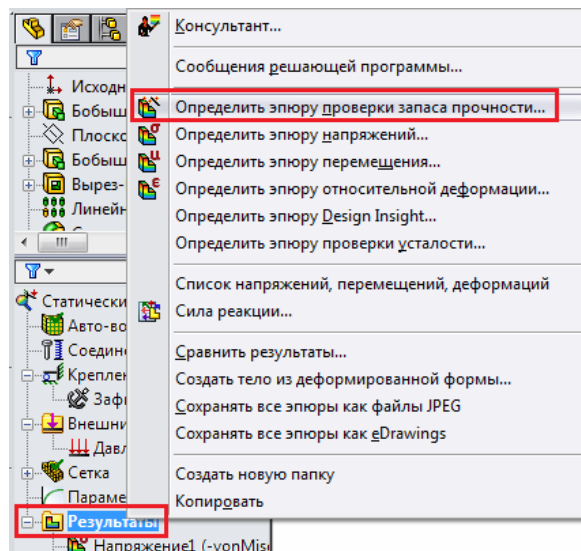

Рисунок 5.23 – Додавання епюри перевірки запасу міцності
10. Епюра розподілу запасу міцності. Для визначення епюри перевірки запасу міцності натисніть ПКМ на «Результаты» і виберіть «**Определить эпюру проверки запаса прочности**» (рисунок. 5.23).